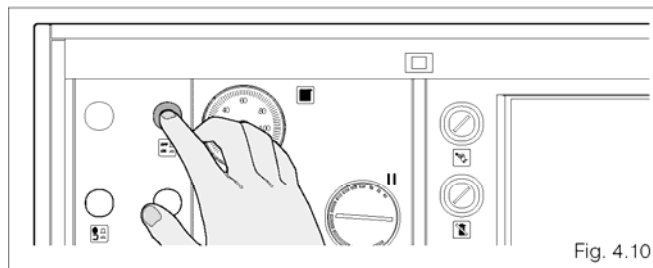

Fig. 4.10
- При выключении главного выключателя на панели управления (рисунок 4.10)